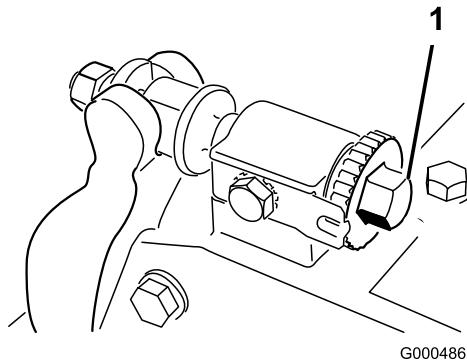
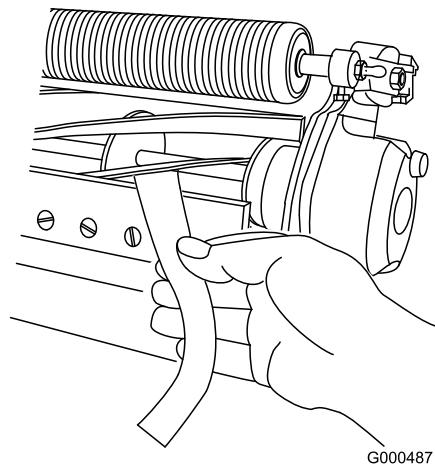

Figura 50
Figura 51
- Eliminate il contatto con il cilindro facendo girare in senso antiorario le viti di regolazione della barra di appoggio (Figura 50).
- Inserite una lunga striscia di carta di giornale tra il cilindro e la controlama (Figura 51) da un lato del cilindro. Girate lentamente il cilindro in avanti, e allo stesso tempo girate in senso orario la vite di regolazione della barra di appoggio (dallo stesso lato del cilindro) (Figura 50), uno scatto per volta, finché la carta non viene pizzicata leggermente quando viene inserita dal davanti ed è parallela alla controlama. Tirando la carta dovreste notare una lieve resistenza.
- Al termine della messa a punto, controllate se il cilindro è in grado di pizzicare la carta inserita dalla parte anteriore, e se la taglia quando viene inserita ad angolo retto rispetto alla controlama (Figura 51). Dovreste riuscire a tagliare la carta con un contatto minimo tra la controlama e le lame del cilindro. In caso di resistenza eccessiva dovete lappare o affilare di nuovo l'apparato di taglio, al fine di disporre dei bordi affilati necessari per un taglio di precisione (vedere il manuale Toro per l'affilatura del cilindro).